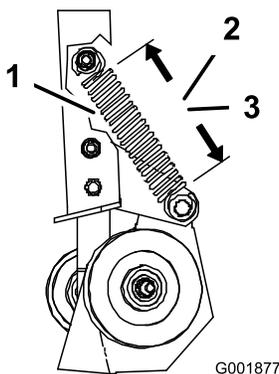
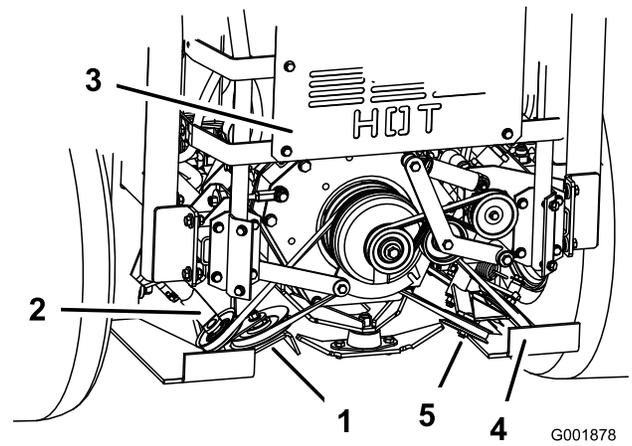

Figura 68
Figura 69
3. Mida la longitud del muelle. Compruebe que las espirales del muelle de la polea tensora tensada con muelle tiene las medidas indicadas a continuación (Figura 68 y Figura 69).
- Medida del muelle izquierdo: $14,6 \pm 0,3$ cm ($5\text{-}3/4 \pm 1/8$ pulg.) (Figura 68).
- Medida del muelle derecho: $14,0 \pm 0,3$ cm ($5\text{-}1/2 \pm 1/8$ pulg.) (Figura 68).
4. Si el muelle no tiene las medidas correctas, afloje la tuerca que sujeta la polea tensora ajustable para que pueda desplazarse hacia arriba y hacia abajo dentro de la ranura (Figura 69).
5. Alivie la presión en la polea tensora tensada con muelle (Figura 69).
6. Posicione la polea inferior ajustable en la ranura y apriete la tuerca (Figura 69).
7. Compruebe que la espiral del muelle de la polea tensora tensada con muelle tiene las medidas correctas (Figura 68).